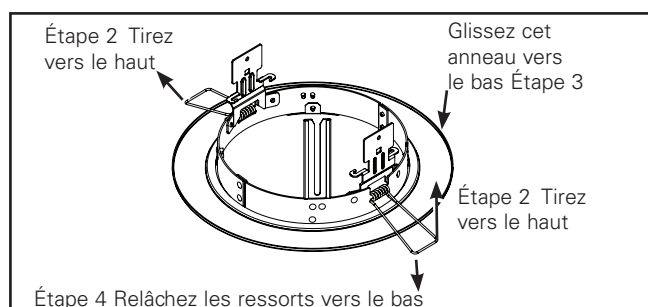

Figure 1. Position du dispositif installé
1. Les bagues à bande d'adaptation doivent être installées sur le boîtier avant que ce dernier soit installé dans le plafond (Figure 1.).
2. Pliez les ressorts vers le haut en les compressant de la manière illustrée (Figure 1.).
3. En mettant la surface plate à plat, glissez soigneusement la bague à adaptateur par-dessus les ressorts (Figure 1.).
4. Relâchez les ressorts lentement (Figure 1.).